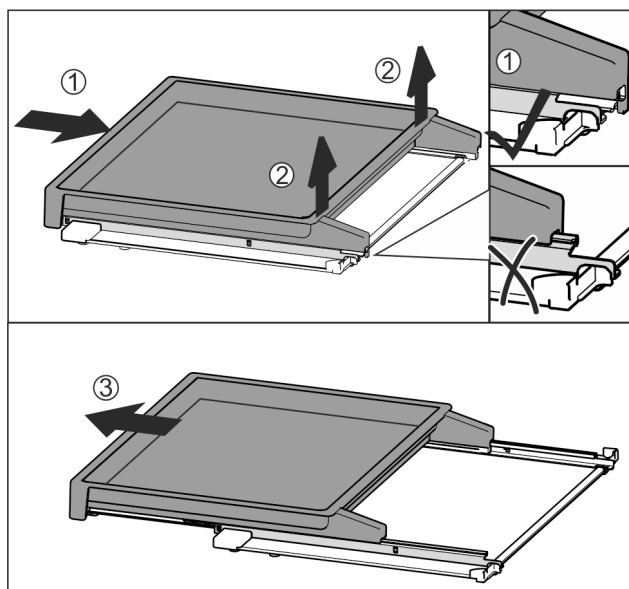

Fig. 78
- Spingere completamente il ripiano estraibile Fig. 78 (1).
- Staccare il blocco sul lato posteriore Fig. 78 (2).
- Estrarre in avanti il ripiano estraibile Fig. 78 (3).